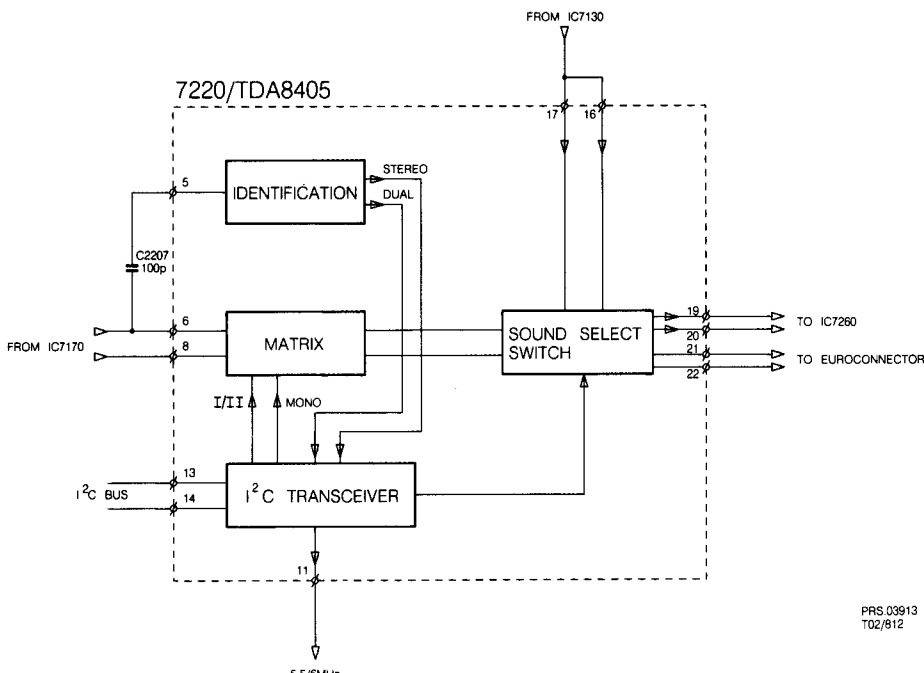

Bild 10.3
### 10.3 Das Stereo-Decoder-IC (Bild 10.3)
**10.6 Der IIC-Bus-Transceiver (Bild 10.3)**
- 2) Das niederfrequente Signal (NF) an Anschluss 16 und 17 von IC7220 wird zu dem Ausgang durchgeschaltet.
10.6.3 Das Kontrollregister (Bild 10.3)